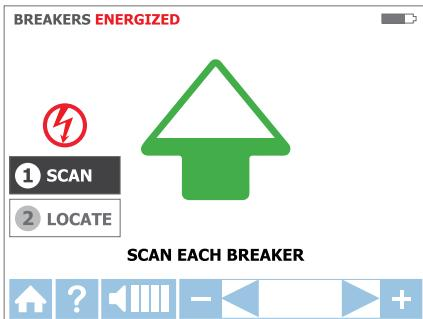

Figure 3.4b
3. **Étape 1 - ① BALAYAGE :**
- a. L'appareil démarre automatiquement en mode **① BALAYAGE** comme indiqué en Figure 3.4b.